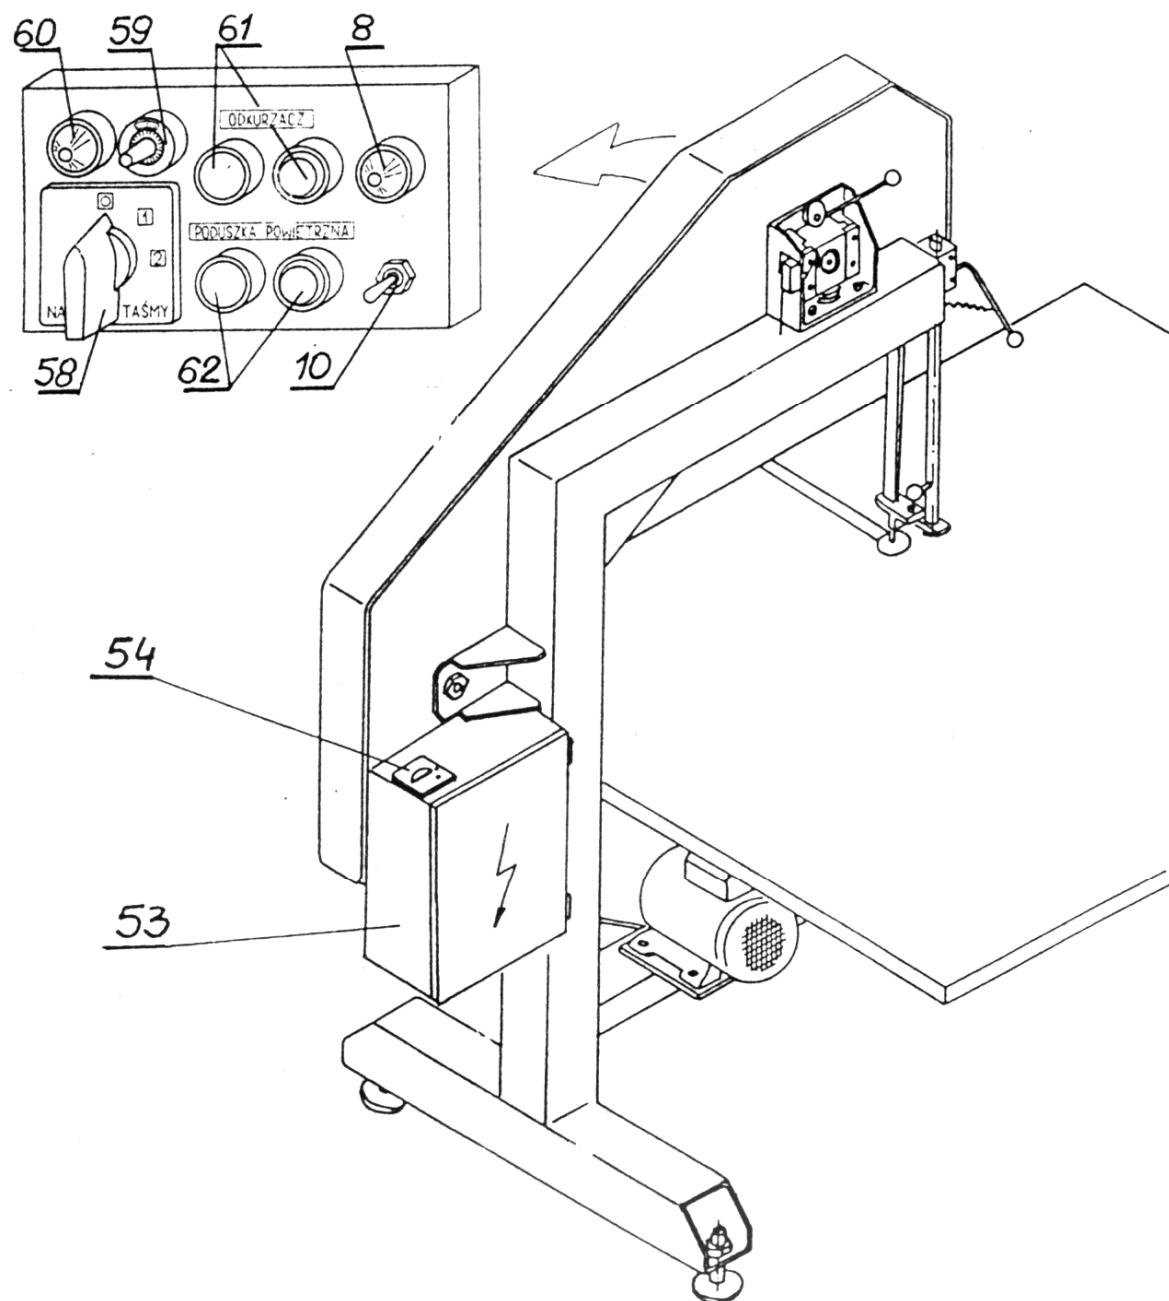

Рис. 10
- 2) Выключатель (54) (рис. 10) установить в позиции "1" (на пульте управления засветится сигнальная лампочка (8 рис. 10);
- 4) Выключателем (58 рис. 10) на пульте управления включить:
- 5) Потенциометром (59) на пульте управления раскройной машины установить соответствующую (в зависимости от типа материала) скорость режущей ленты (от 4 м/сек до 20 м/сек). Один оборот потенциометра меняет скорость ленты на 1,6 м/сек;
Во время эксплуатации может случиться так называемая блокада вариатора скорости, о чем сигнализирует лампочка (60 рис. 10).
- выключить двигатель (переключить выключатель (58) с позиции "2" на "1");
- открыть ключом электрический шкаф (53 рис. 10);
- нажать и придержать (около 1 сек.) кнопку "STOP RESET" на пульте вариатора (лампочка (60) должна погаснуть).